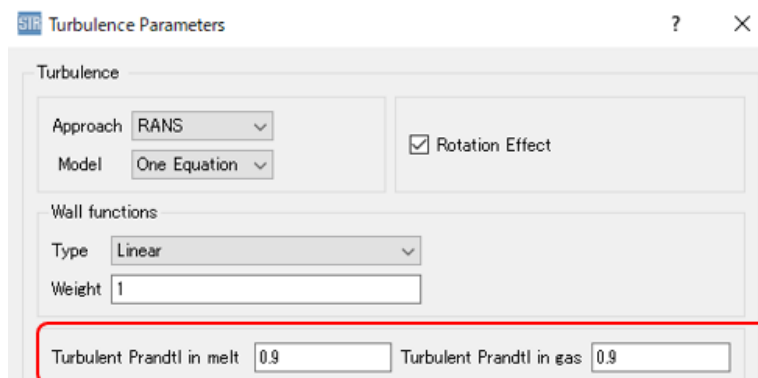

図 12. 乱流モデルに関する設定画面（乱流プラントル数に関する設定）
- 融液とガス領域への乱流プラントル数の個別設定 (図12)